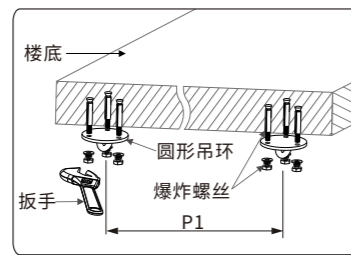

图1
- 1.根据银幕左右两挂环之间的距离P1,将圆形吊环(非配件)固定安装在楼底上(如图1)。能承受200Kg的承受力,以免造成银幕脱落。